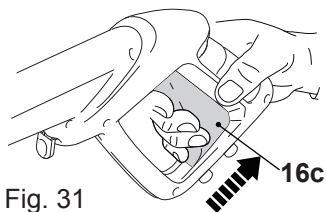

Fig. 31
2. Desplace el interruptor de puesta en marcha/apagado (3) hasta la posición de apagado "0".
4. Accione el gatillo (16c) para liberar la presión remanente acumulada en la máquina (Fig. 31).